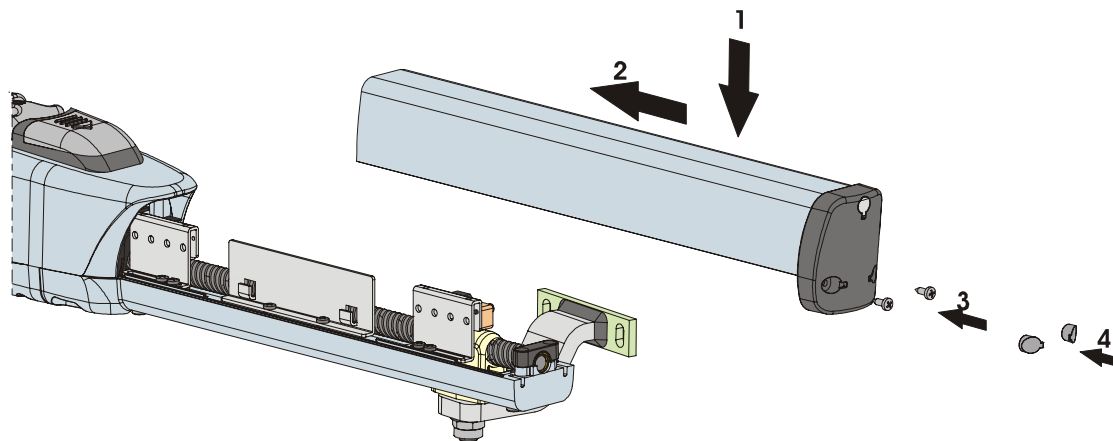

Fig. 25
- 6) Vuelva a colocar el cárter, para ello deslícelo sobre el perfil inferior y asegúrese de que entre hasta el tope, Fig.25.
- 7) Atornille de nuevo los dos tornillos inferiores, Fig.25.